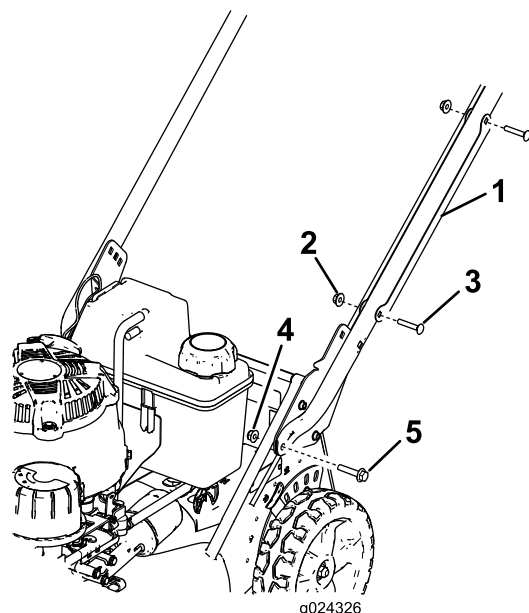

Figure 3
1. Déposez le protège-câble du guidon (Figure 3) en retirant les 2 boulons de carrosserie et les 2 contre-écrous qui le fixent au guidon.
hexagonale (5/16 x 1½ po) et de 2 écrous à embase (5/16 po), comme montré à la Figure 3.
- Positionnez le protège-câble sur le guidon en recouvrant le(s) câble(s), et fixez-le solidement au guidon au moyen des 2 boulons de carrosserie et des 2 contre-écrous retirés précédemment (Figure 3).